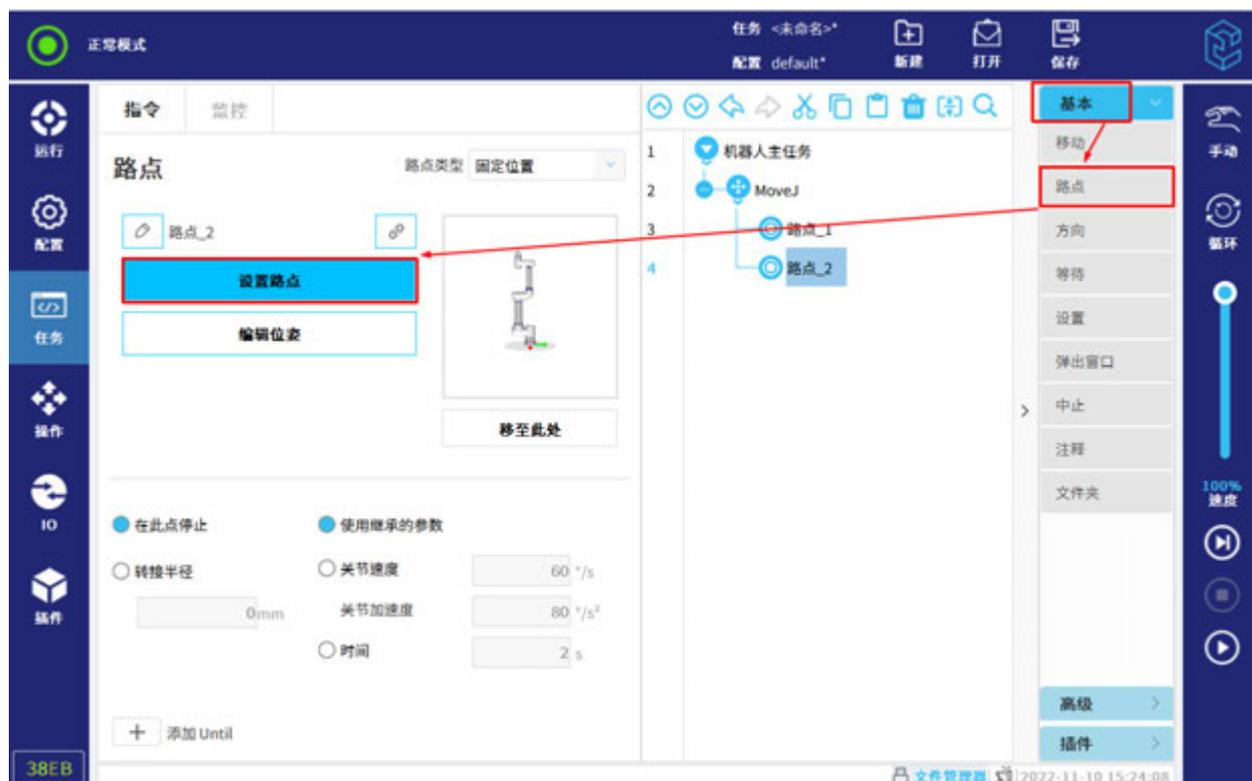

図 12-9 ウェイポイント
ウェイポイントはロボットルートにおけるポイントであれば、ロボットタスクのコア要素でもある、ロボットが目標ポイントに到達するノードを図 12-9 に示すように記録する。
5. 設定が完了後、ウェイポイントノードは図 12-9 に示すように青で表示される。